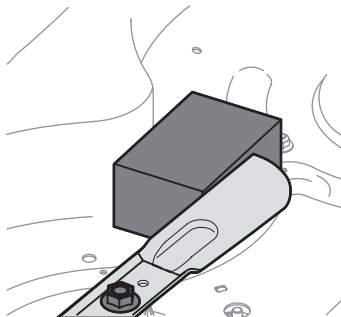

Figure 26
- Placez un morceau de bois entre le boîtier du plateau de coupe et la lame de coupe pour empêcher tout mouvement. Voir Figure 26.